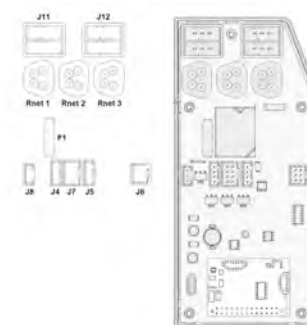

Abbildung 483. ICS-Mastermodul.
4. Trennen Sie die elektrischen Anschlüsse des ICS-Mastermoduls. Achten Sie auf deren Platzierung. Siehe Abb. 483.
6. Ist der Rollstuhl mit Beleuchtung ausgestattet, entfernen Sie die Abdeckung des ICS-Mastermoduls und trennen Sie die Verkabelung der Beleuchtung von den Kontakten auf der Platine. Siehe Abb. 483.